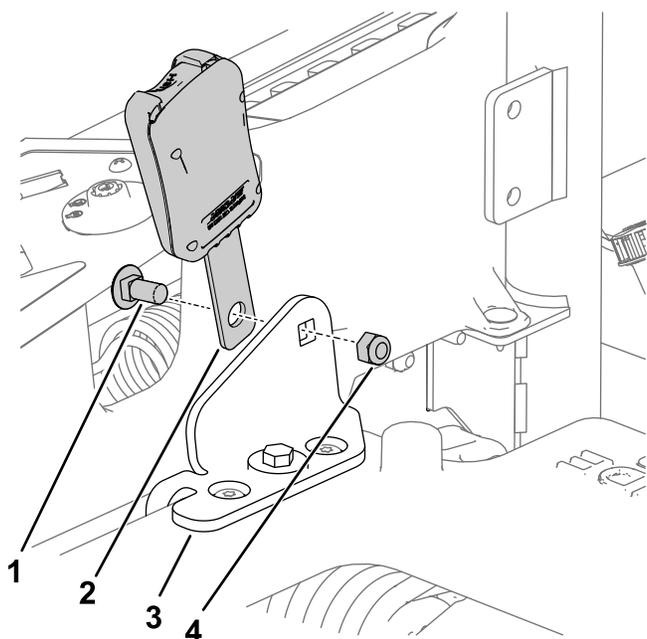

Figura 8
- Montate i gruppi fibbia e timone della cintura di sicurezza sulle relative staffe con 2 bulloni a testa tonda ($\frac{7}{16}$ " x 1") e 2 dadi di bloccaggio ($\frac{7}{16}$ "), come illustrato nella Figura 8. Ripetete l'operazione sull'altro lato per il gruppo timone.